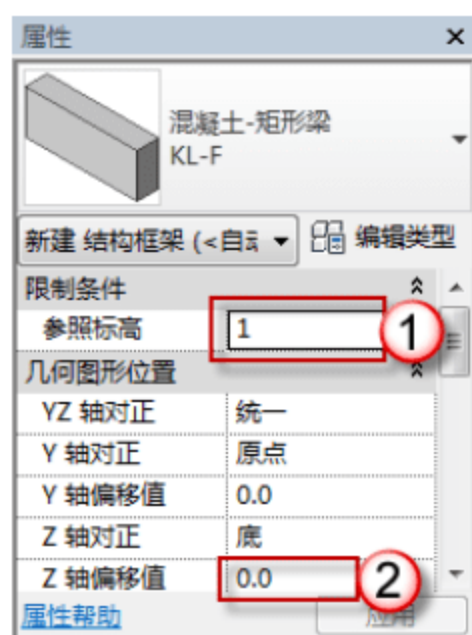
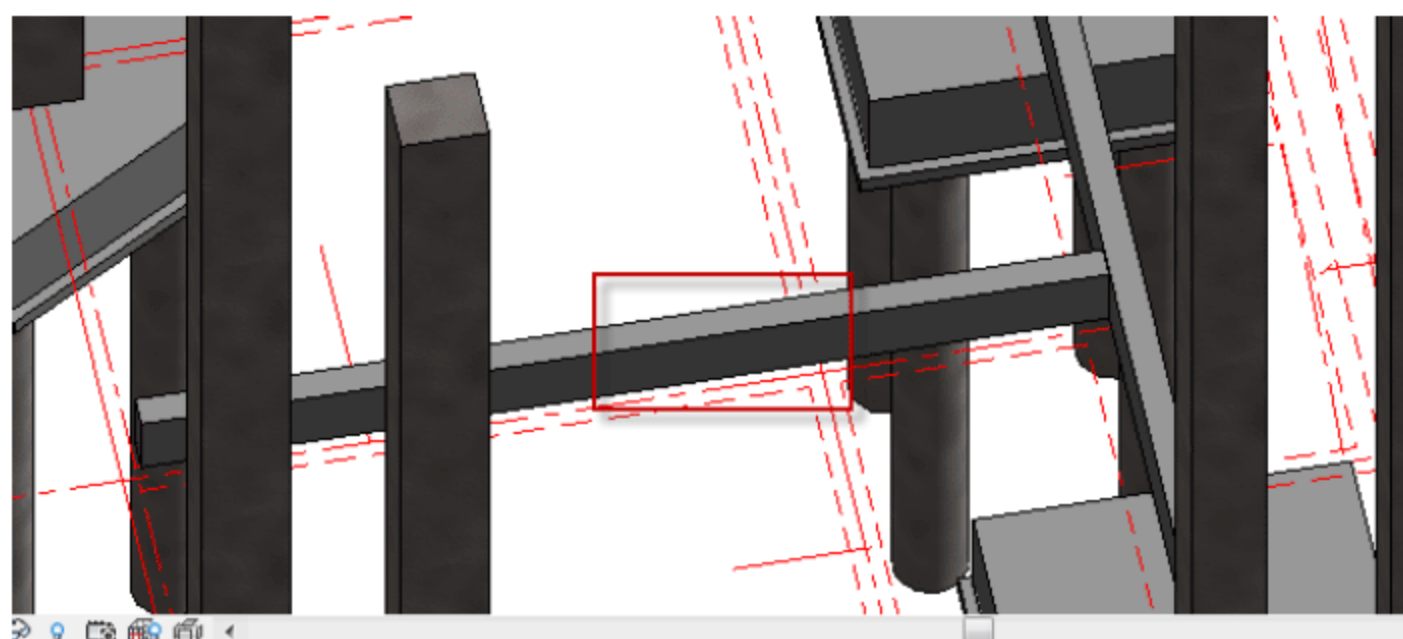

图 3.2.19 设置 Z 轴偏移值
图 3.2.20 绘制 L-F1
(5) 绘制 L-F1。选择“结构”→“梁”命令, 在“属性”面板中调整参数标高 1, Z 轴偏移值为 0, 如图 3.2.19 所示。找到 L-F1 的位置从一侧向另一侧绘制, 如图 3.2.20 所示。